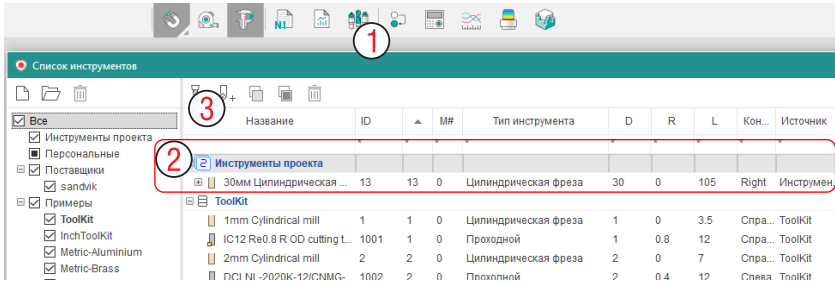

Рис. 3-11. Диалоговое окно Список инструментов.
жмите на кнопку (1 на рис. 3-11), новое диалоговое окно показывает библиотеку инструментов, отдельно выделяются инструменты проекта. Как можно видеть, пока у нас 1 инструмент (2).